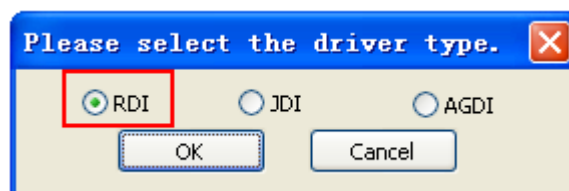
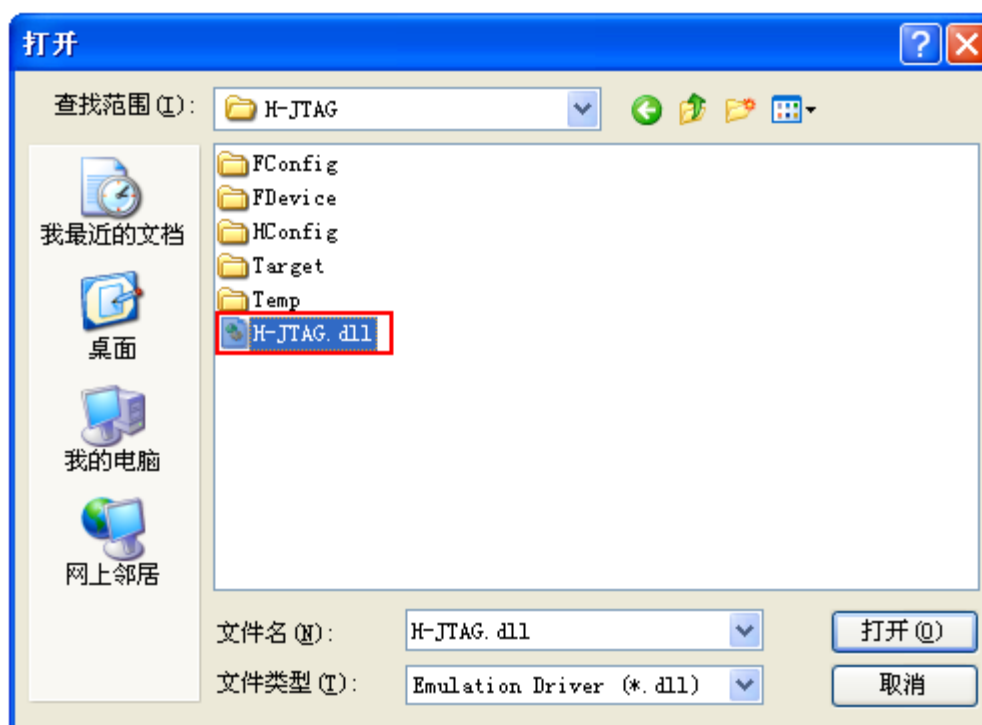

图 2.30 驱动类型选择
图 2.31 选择 H-JTAG.dll 文件
(2) 单击【Add】按钮，将弹出选择驱动类型对话框，如图 2.30 所示。
在如图 2.30 所示对话框中，选中 RDI 单选按钮（H-JTAG 是 RDI 接口），然后单击【OK】按钮，将弹出<打开>对话框。在打开对话框中，选择 H-JTAG 安装目录下的“H-JTAG.dll”文件，如图 2.31 所示。